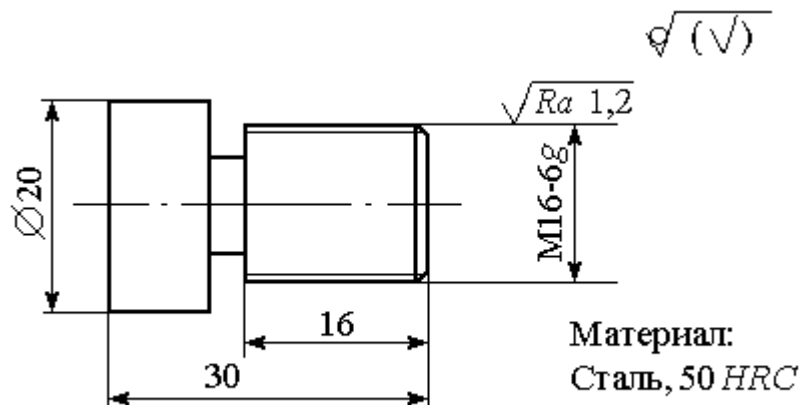

Рисунок 3.18
11. Перечислить возможные методы получения резьбовой поверхности (рисунок 3.18).